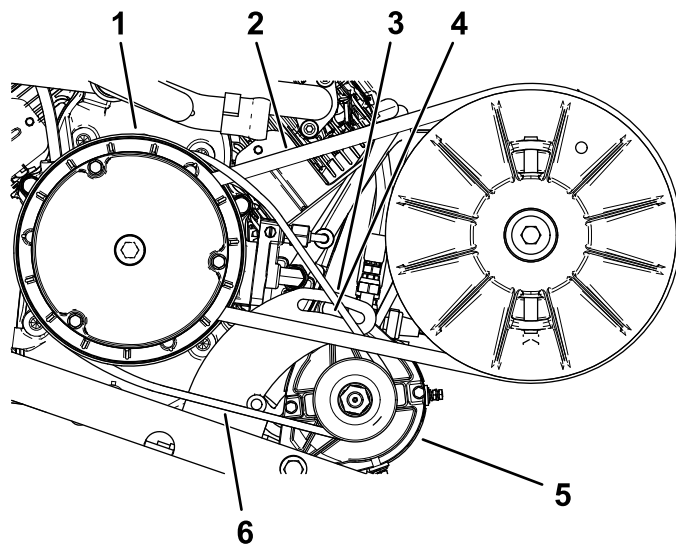

Рисунок 70
2. Ослабьте затяжку гайки поворота стартера-генератора (Рисунок 70).
4. Нажав на монтировку вниз, поверните стартер вниз в пазу таким образом, чтобы натяжение ремня позволяло отклонять его только на 6 мм при воздействии усилия в 44 Н·м (Рисунок 70).
5. Затяните гайку оси поворота от руки и снимите монтировку (Рисунок 70).